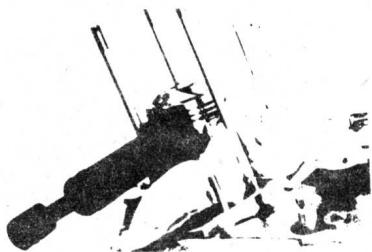

图 1-27
(15) 取下活塞销锁环后，取下活塞销，可使用活塞销拆卸器。若无此工具，在拆卸时要避免使连杆小头受力，以免弯曲连杆，要小心不要让活塞销锁环掉入曲轴箱，如图 1-27 所示。